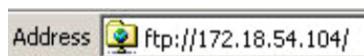

Figura D-7: Indirizzo FTP del terminale
1. Aprire Internet Explorer e digitare l'indirizzo del terminale all'interno della riga degli indirizzi come mostrato nell'esempio in Figura D-7. Premere ENTER (Invio).